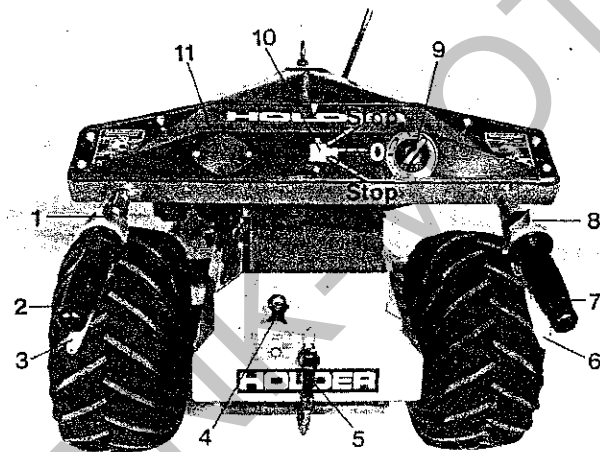

Abb. 4
**Betriebsstundenzähler (11 Abb. 4) (Sonderzubehör)**